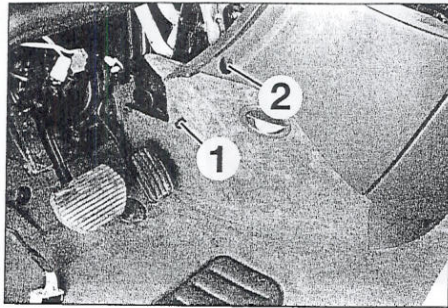

FIGURA 9-21
- En ambos lados desmontar la grapa (1) y el tornillo (2) (figura 9-21).